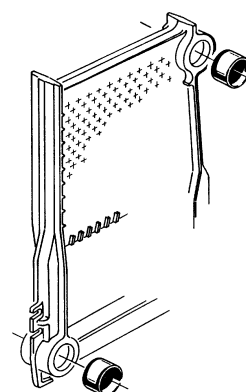

Fig. 5
- Preparar uno de los dos elementos intermedios con agujeros de 1/2", colocando los biconos después de haberlos lubricados con aceite de lino cocido [fig. 5].